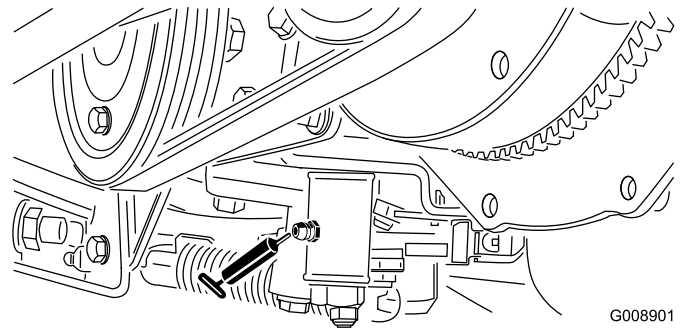

Bild 41
- Neutraleinstellungsmechanismus (Bild 41)